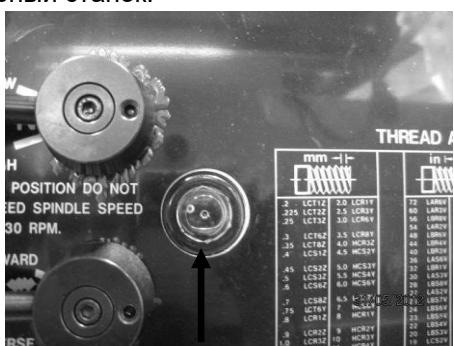

Рис.23. Смотровое окно масляного насоса.
- Поверните красную кнопку АВАРИЙНОЙ остановки по часовой стрелке, пока она не высокочит и не запустит насос. Наблюдайте за смотровым окном масляного насоса (Рис. 23). Когда масло вытечет из трубы и будет заметно в смотровом окне, можно запускать токарный станок.